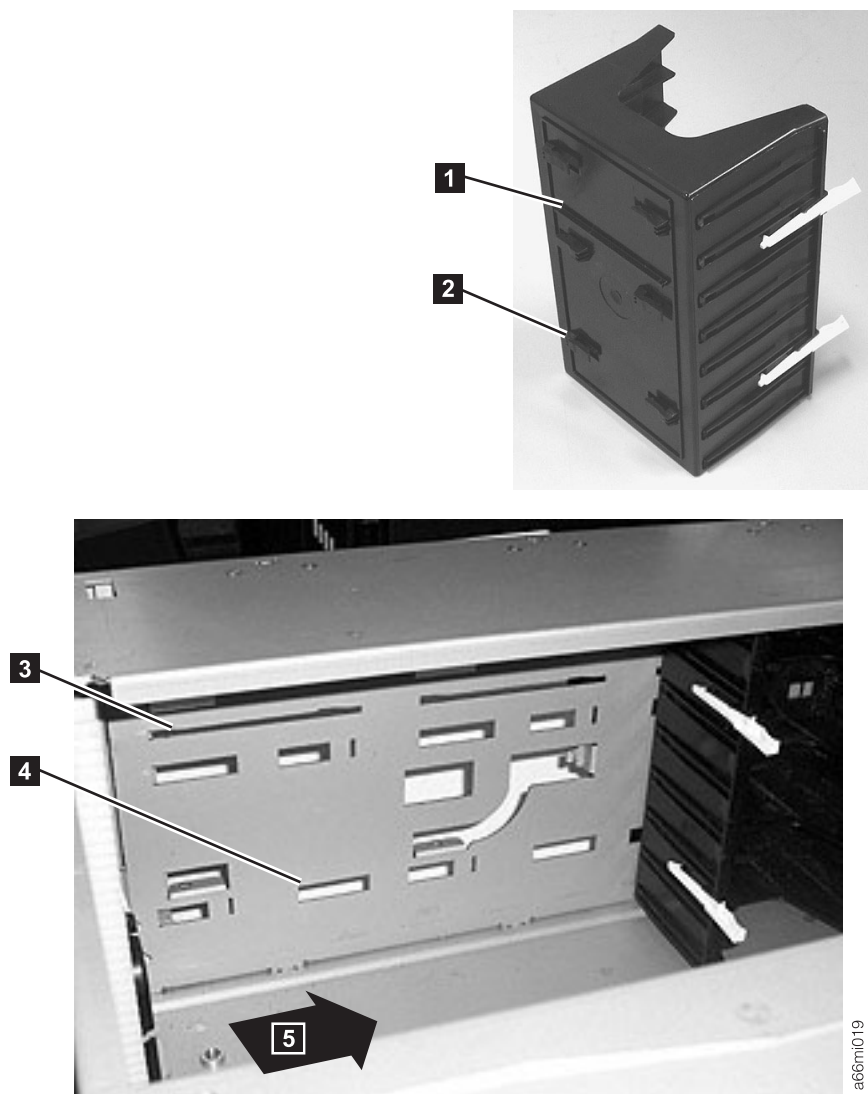

Figura 11-11. Substituindo uma Coluna de Armazenamento
- a. Guia **1** (na Figura 11-11) no slot **3** (na Figura 11-11)
- b. Guia **2** (na Figura 11-11) no slot **4** (na Figura 11-11)
3. Empurre a coluna em direção à parte traseira da biblioteca (**5** na Figura 11-11) para engatar as guias de travamento na parte de trás da coluna.